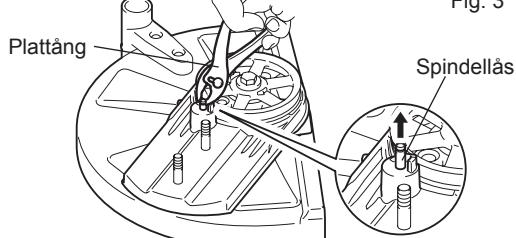

Fig. 4
- (5) Vrid armen tills den kommer i kontakt med greppet och sätt tillbaka spindellåset för hand i dess ursprungliga läge. (Fig. 4) Ändra greppets läge. (Fig. 5)